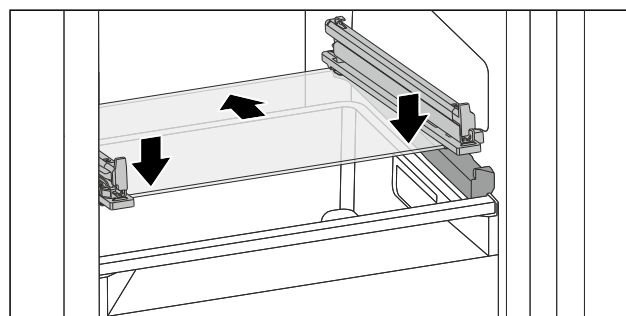

Fig. 178 Den nedklappelige skuffes glasplade
- ▶ Sæt glaspladen skråt bag stoppene. (se Fig. 178)